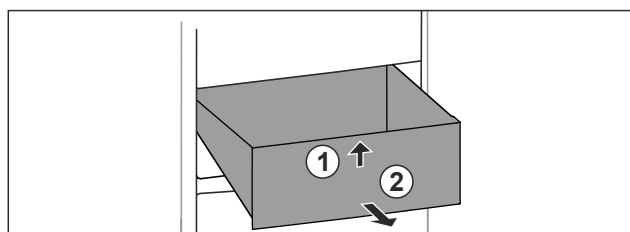

Fig. 91
- ▶ Levantar el cajón por delante. Fig. 91 (1)
- ▶ Extraer el cajón hacia delante. Fig. 91 (2)